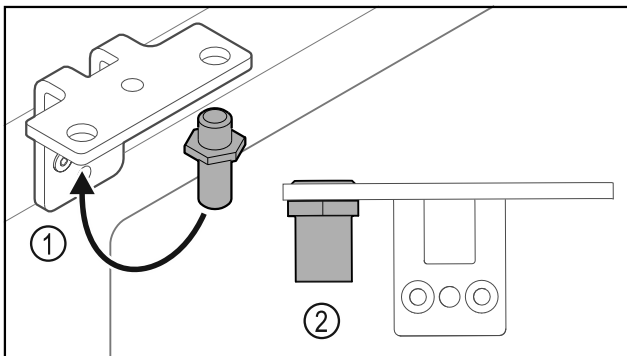

Fig. 29
- Cambiar la posición del perno Fig. 29 (1) en la escuadra de bisagra.
- Apretar el perno Fig. 29 (2) con un **par de 12 Nm**.